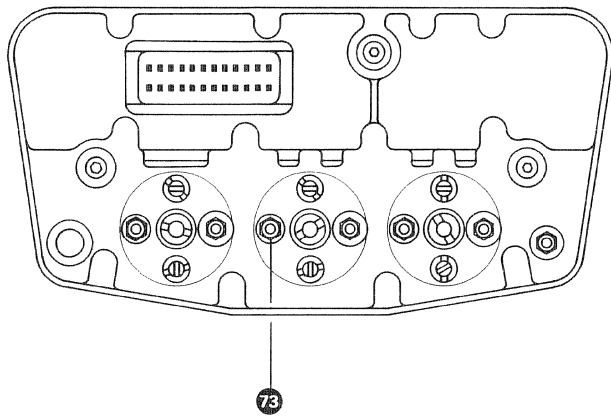

Fig. 7.2.—5
5. Adjust record head to maximum output level with nut 73 (fig. 7.2.—5). (delayed indication, so adjust especially slowly)
4. Tonfrequenz-Millivoltmeter wechselweise an Leitungsausgang 1 16 und 2 36 anschliessen und mit Mutter 73 (Fig. 7.2.—5.) auf maximale, identische Ausgangspegel einjustieren. (Anzeigeverzögerung beachten, deshalb besonders langsam einstellen).
4. Connect AF millivoltmeter alternately to line outputs channel 1 16 and channel 2 36; adjust record head for maximum identical output levels by means of nut 73 (fig. 7.2.—5). (delayed indication, so adjust especially slowly)